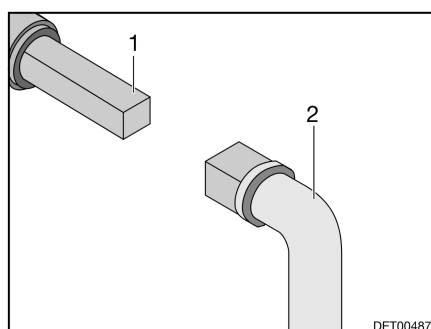

Bild 103 Handhavande avloppsventil
- Sätt nyckeln (Bild 103,2) mot fyrkanten (Bild 103,1).